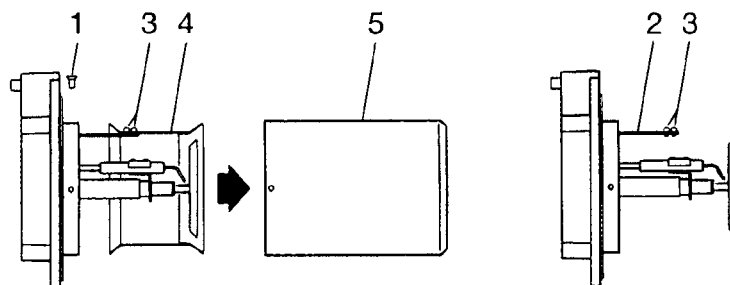

Рис. 7
Расход топлива при втором пламени находится в зоне В. Для того, чтобы использовать зону С (ТЕCNO 70-Л) надо изменить положение головки горелки (см. Рис. 7).
4. Расположение головки горелки (Рис. 7)